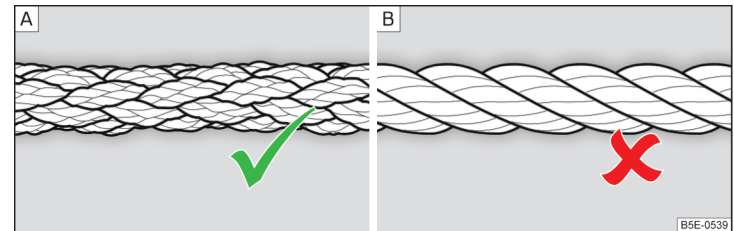

Abb. 344 Geflochtenes Abschleppseil / Gewundenes Abschleppseil
Zum Abschleppen mittels eines Abschleppseils nur ein geflochtenes Kunstfaserseil » Abb. 344 - [\[A\]](#) verwenden » !.
- Zum Abschleppen ist kein gewundenes Abschleppseil zu verwenden » Abb. 344 - [\[B\]](#), die Abschleppöse könnte sich am Fahrzeug herausdrehen - es besteht Unfallgefahr.